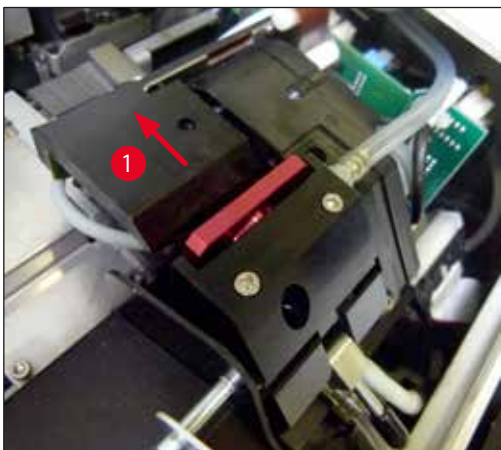

Рис. 54
2. Печатающая головка (→ "Рис. 54-1") перемещается вверх и останавливается прим. в 1 см от уплотнительной кромки (→ "Рис. 54").